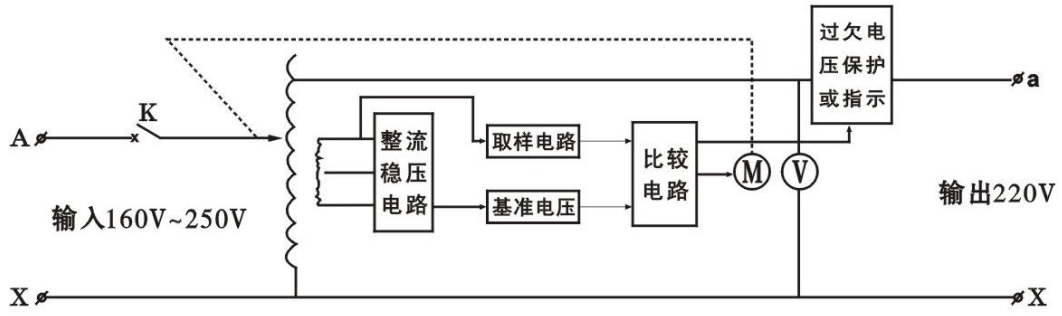
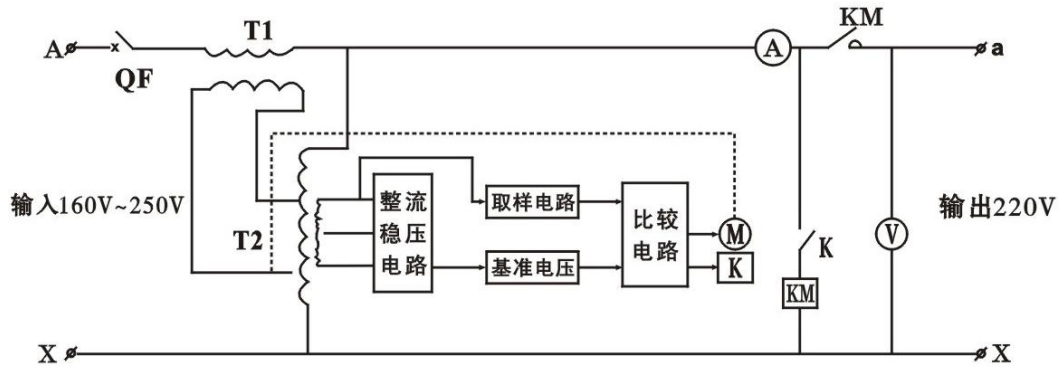
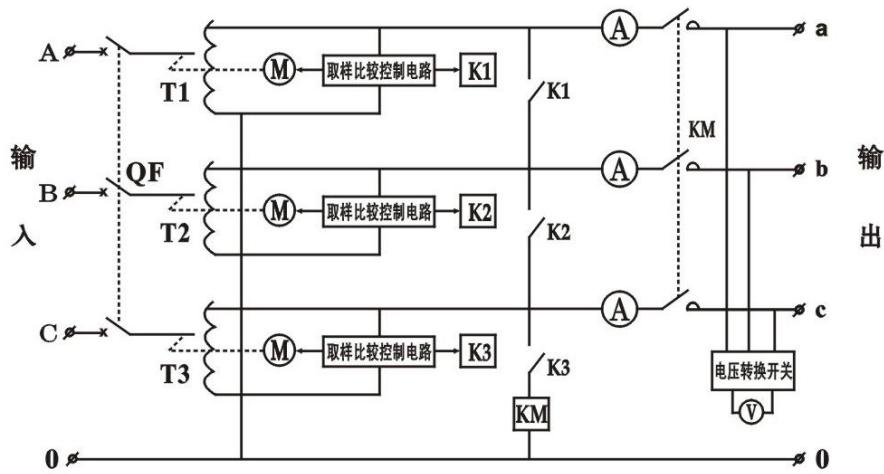
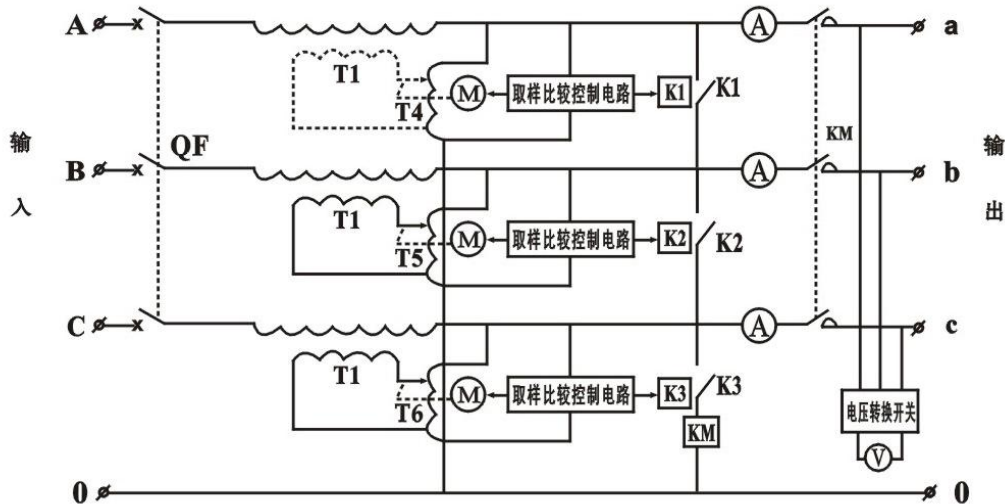

图2: MPS-SL0.5-10KVA卧式原来图
图3: MPS-SL10KVA立式原理图
图4: MPS-TL-1.5/15KVA原来图
图5: MPS-TL-20/100KVA原理图
3.2.5 工作原理.具体工作原理方框图见图 2、图 3、图 4、图 5。注：以下原理图仅供参考，产品如有改动，恕不另行通知。